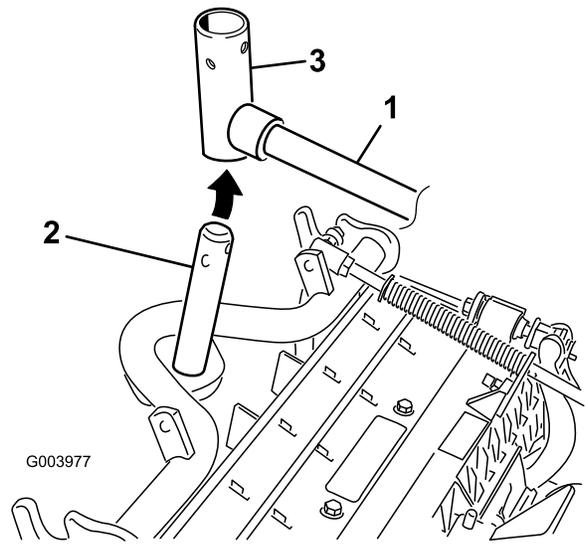

Figura 10
- Per gli elementi di taglio anteriori, infilate un elemento di taglio sotto il braccio di sollevamento mentre inserite l'albero del telaio portante nella forcella del braccio di sollevamento (Figura 10).
- Inserite la forcella del braccio di sollevamento nell'albero del telaio portante (Figura 10).